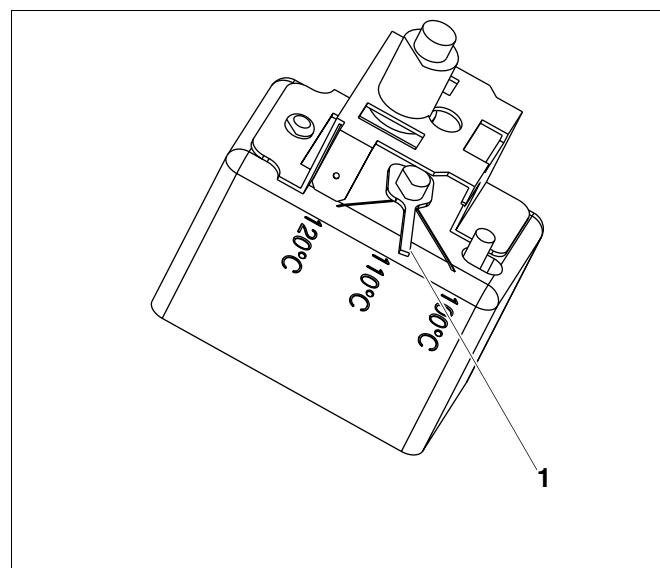

Рис. 4 Вариант Б
### 2.2.2 Рис. 4 Вариант Б
- Установить рычажок (рис. 4, поз. 1) на нужную температуру.